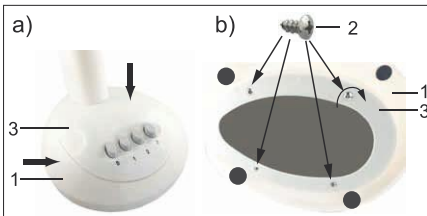

Fig.158: Монтаж подставки
1. Вставьте цоколь (3) с блоком двигателя и кнопками для настройки силы обдува в подставку (1), рис. 158, а).
2. Поверните собранный блок так, чтобы был виден низ цоколя и подставки, рис. 158, b).
3. Закрепите подставку с помощью винтов с крестообразным шлицем (2), закручивая их по часовой стрелке.